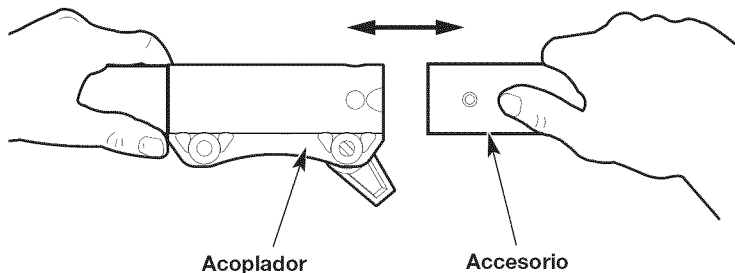
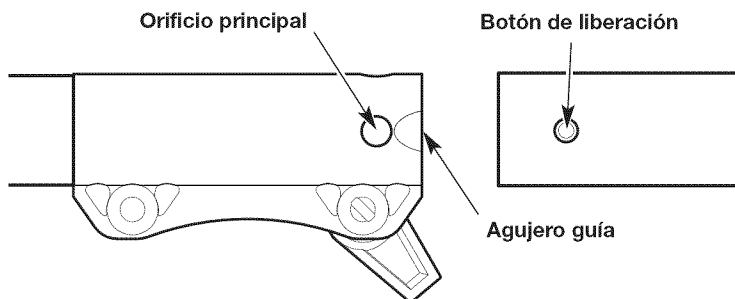

Fig. 9
Fig. 10
4. Alinee el botón de liberación con el embutimiento de la guía (Fig. 10).
5. Presione el accesorio directamente dentro del acoplador (Fig. 9) hasta que el botón de liberación encaje a presión firmemente del orificio principal (Fig. 10).
3. Oprima y mantenga apretado el botón de liberación (Fig. 10).
4. Tire del accesorio directamente hacia fuera del acoplador (Fig. 9).